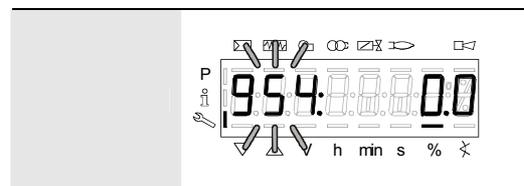

Abb. 45
7.2.5 Messen des Flammensignals (Abb. 45)